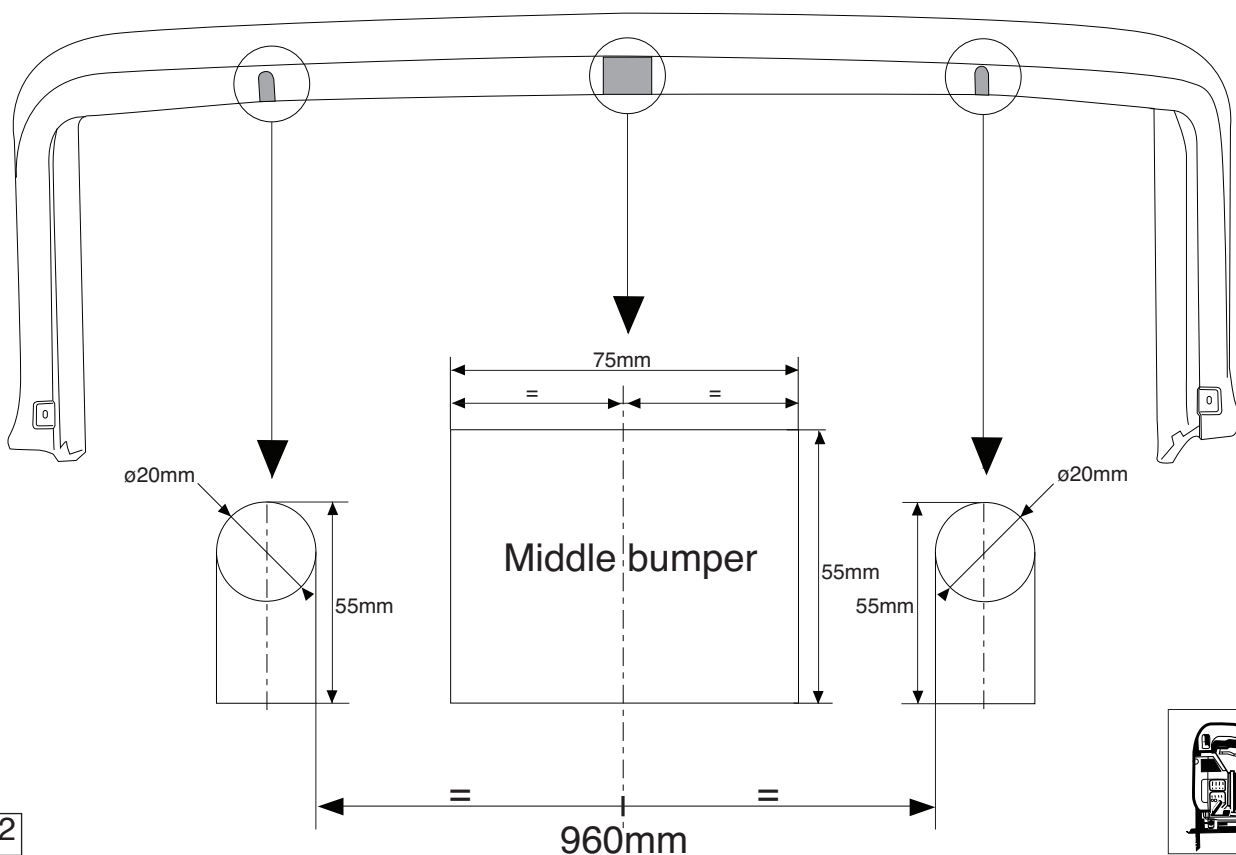

Fig.2
7. Saw out the portions as indicated in fig. 2 or 2a.
7. Gemäß Abb. 2 oder 2a die angegebenen Teile heraus sägen.
7. Scier les parties indiquées conformément à la figure 2 ou 2a.
7. Såga ut delarna enligt fig. 2 eller 2a.